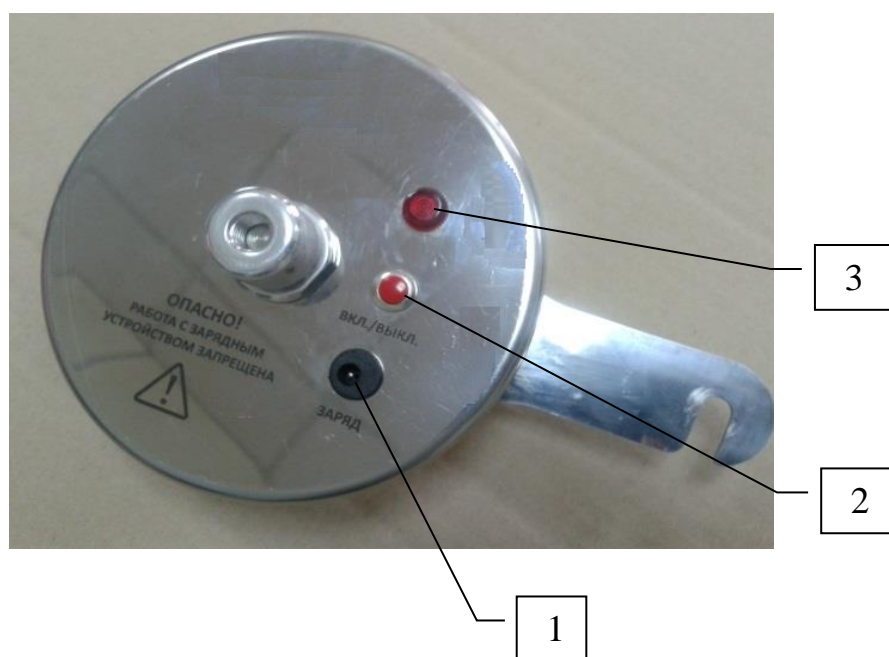

Рис.5. Измеритель тока высокопотенциальный ИТВ.
6.7 Проверить уровень заряда аккумуляторов ИТВ. Для этого достаточно включить ИТВ, нажав на кнопку «ВКЛ./ВЫКЛ.» (поз.2, рис. 5). Если при этом лампочка поз.3, рис.5 будет гореть непрерывно, то напряжение на аккумуляторах
6.8. Заряд аккумуляторов. Для заряда аккумуляторов необходимо снять ИТВ с блока БВН. Для этого необходимо ослабить фиксирующую клемму. Повернуть измеритель ИТВ против часовой стрелки до упора и поднять. Подключить штекер зарядного устройства к гнезду «ЗАРЯД» (п.1 рис.5) на корпусе ИТВ и включить зарядное устройство в сеть 220В. Если лампочка поз.3, рис.5 мигает, то идет процесс заряда. Если указанная лампочка горит непрерывно, то процесс заряда завершен, а ток заряда ограничен на уровне поддерживающего тока. Этот ток не может «перезарядить» аккумуляторы и безопасен для них.
7.2.2 Нажать на кнопку ИТВ «ВКЛ./ВЫКЛ.» (поз.2, рис. 5). Загорится лампочка поз.3, рис. 5.
7.3.3 Нажать на кнопку ИТВ «ВКЛ./ВЫКЛ.» (поз.2, рис. 5). Загорится лампочка поз.3, рис. 5.